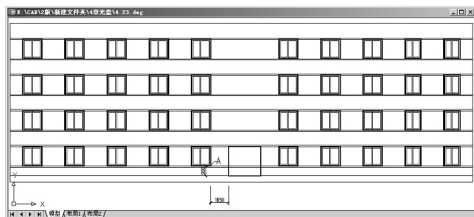

图 4.23 绘制 6 ~ 7 轴线首层门洞口
⑥ 在指定另一个角点或 [面积 (A)/ 尺寸 (D)/ 旋转 (R)]: 提示下, 输入 “@3000, 2700”, 然后按 Enter 键结束命令, 结果如图 4.23 所示。